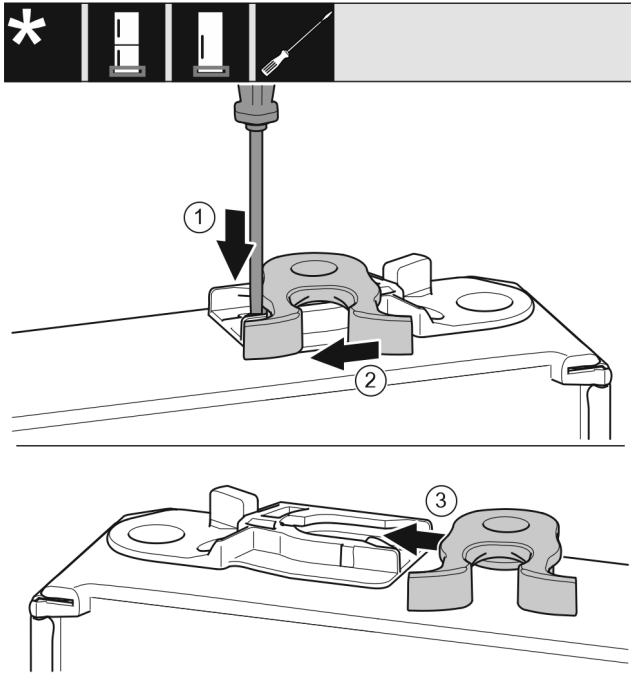

Fig. 39 *
- Tryk lasken Fig. 39 (1) nedad med en kærveskrueetrækker.*
- Træk låsekrogen Fig. 39 (2) ud af føringen.*
- Skub låsekrogen Fig. 39 (3) ind i føringen på den anden side.*